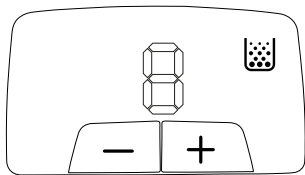

Рис. 2
- Если во время уборки на дисплее (17) отобразится символ заполнения пылесборника (рис. 2), необходимо очистить пылесборник (15) или заменить одноразовый бумажный пылесборник (26).
**Примечание:** бумажный пылесборник (26) одноразовый, при заполнении пылесборника (26) утилизируйте его.
- Перед чисткой пылесборника (15), выключите пылесос, нажав на клавишу включения/выключения (20) и выньте вилку шнура питания из электрической розетки.
- Откройте крышку отсека пылесборника (13), нажав на фиксатор крышки (12).
- Выньте держатель пылесборника (14) вместе с пылесборником (15).
- Выньте пылесборник (15) из держателя (14).
- Расположите пылесборника (15) над мусорным ведром, снимите пластмассовый зажим и удалите